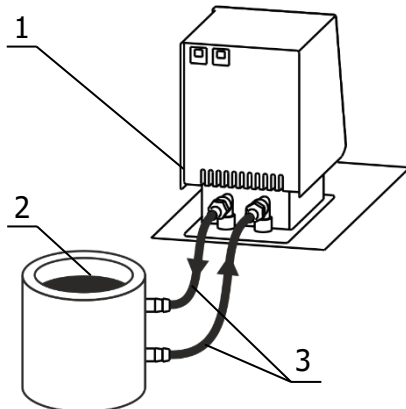

Рисунок 5 — Подключение внешнего потребителя
2.2.10 Для подключения к термостату 1 (рисунок 5) внешнего потребителя 2 использовать соединительные шланги 3. Концы соединительных шлангов надежно закрепить хомутами на штуцерах блока регулирования и внешнего потребителя.